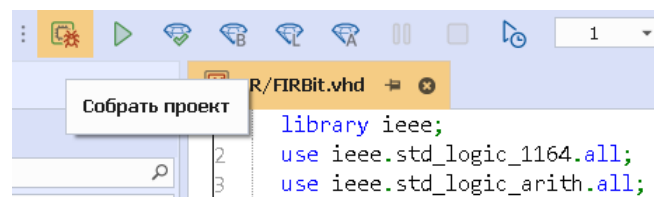

Рис. 17 Расположение кнопки «Собрать проект»
2. На панели инструментов «HDL» нажмите кнопку  «Собрать проект», см. Рис. 17.